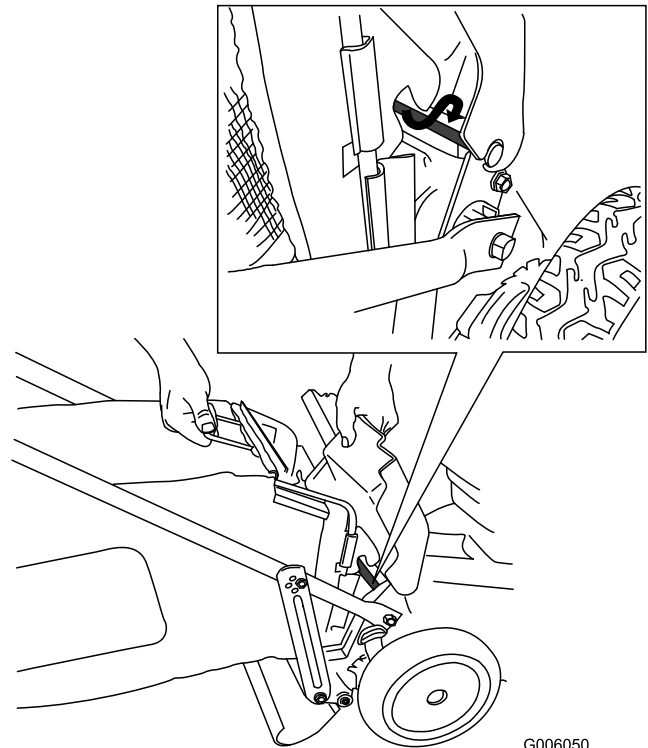

Figure 1
1. Soulevez le volet arrière et gardez-le dans cette position (Figure 1).
3. Montez le bac sur la tige du volet (voir détail à la Figure 1).